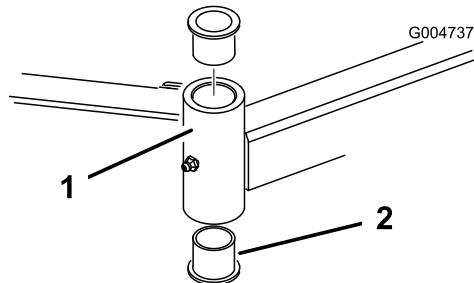

Figura 23
4. Introduza um punção para cavilhas na zona superior ou inferior do tubo de montagem e retire o casquillo para fora do tubo (Figura 23).